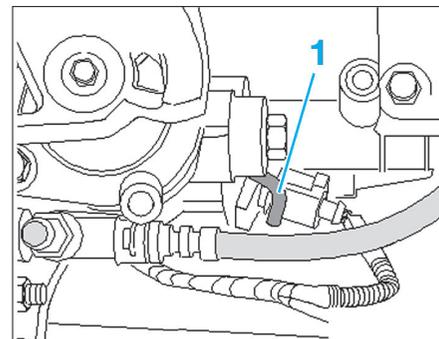

Fig. 42
- Déposer le corps de filtre à air s'il empêche l'accès à la pièce coudée (1) (Fig.42) et au mécanisme de sécurité du câble de commande et du câble de sélection.